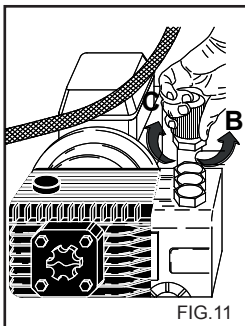

FIG.11
Ce chapitre concerne uniquement les modèles pourvus du dispositif "Régulateur de pression". Le dispositif régulateur de pression (fig.11) permet de régler la pression de service. En faisant tourner le bouton C dans le sens contraire des aiguilles d'une montre (B) (minimum), on obtient une réduction de la pression de service.